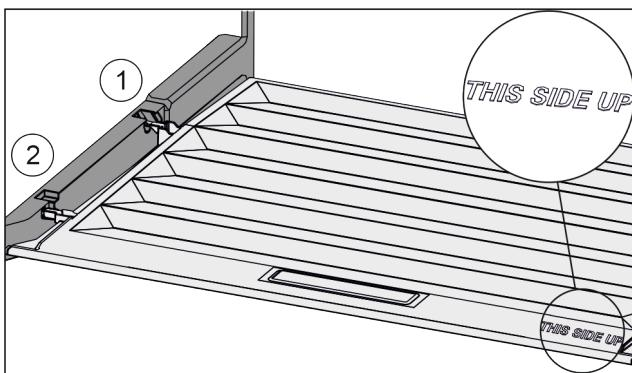

Fig. 54
- Robova predala vstavite nad odprtino zadnjega držala Fig. 54 (1), spredaj pa ju zataknite v držalo Fig. 54 (2).